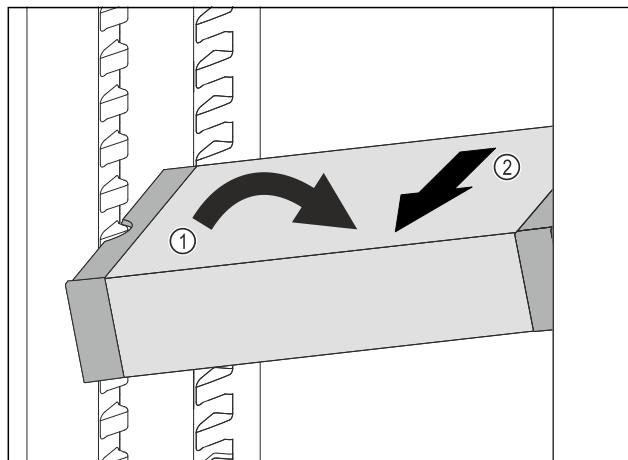

Fig. 119
- ▶ 在冷藏区中倾斜 VarioSafe。Fig. 119 (1)
- ▶ 向前取出 VarioSafe。Fig. 119 (2)